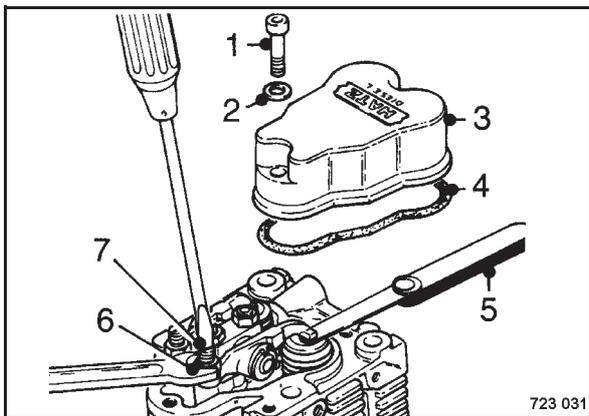

Bild 117
- Befestigungsschrauben 1 (Bild 117) herausdrehen und Deckel (3) mit Dichtringen (2) und (4) abnehmen.